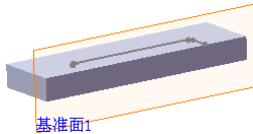

图 13.2.6 基准面 1
Step4. 创建图 13.2.6 所示的基准面 1。
(1) 选择下拉菜单 **插入(I)** → **参考几何体(G)** → **基准面(E)...** 命令，系统弹出